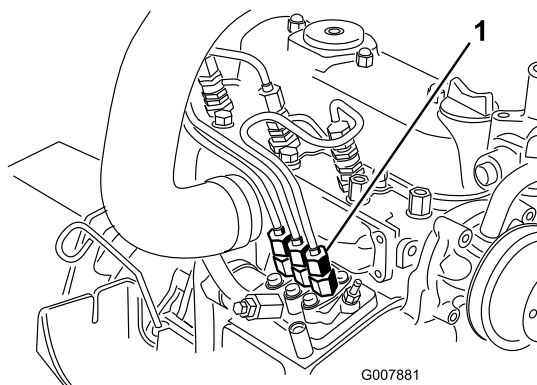

Figura 49
1. Mettete un cencio sotto il raccordo del tubo proveniente dalla pompa d'iniezione e diretto all'ugello dell'iniettore n. 1, come illustrato nella Figura 49.